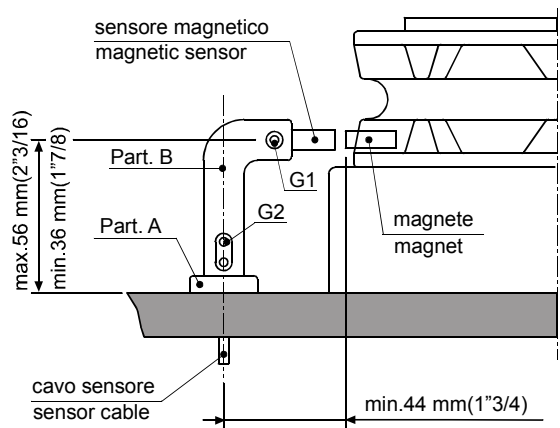

Fig. 1B
- Per i salpa ancora ad asse verticale (vedi Fig. 1B) eseguire la foratura nella circonferenza inferiore del barbotin.